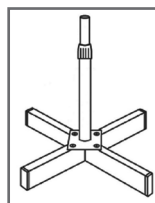

рис.2
6.2 Соедините стойку с основанием при помощи винтов, которые идут в комплекте (рис.2).